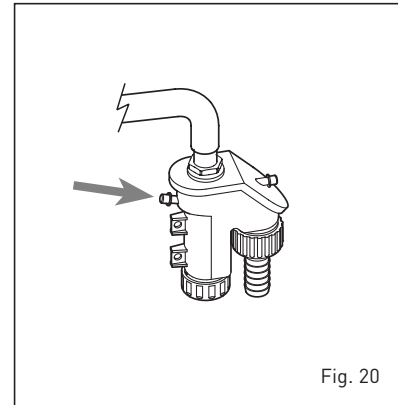

Fig. 20
#### 4.5 MANTENIMIENTO (fig. 20)
**El eventual llenado se efectúa con la boca correspondiente (fig. 20).**